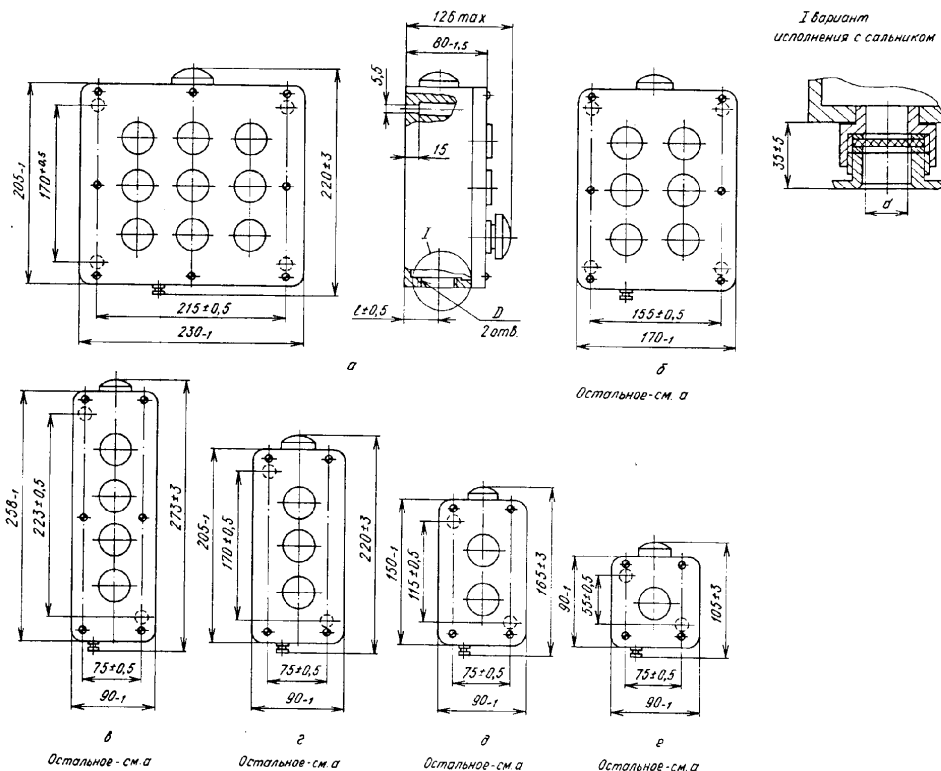

Рис. 1. Габаритные, установочные, присоединительные размеры и масса постов, выполненных по способу установки для пристройки к плоской поверхности
Пост управления, встраиваемый к плоской поверхности (рис. 1), состоит из литого алюминиевого корпуса и панели с установленными на ней коммутационными аппаратами КЕ, ПЕ, светосигнальной арматурой АЕ с оперативными табличками.
Пост, встраиваемый к ровной поверхности с тросиковым приводом (рис. 1, 3), крепится винтами М5, пропущенными через специальные отверстия в корпусе. Ввод монтажных проводов осуществляется через специальные отверстия в корпусе или сальниковый ввод. Габаритные, установочные, присоединительные размеры и масса постов приведены на рис. 1 - 3.
- при заказе поста с одним сальником необходимо указать его расположение (сверху или снизу). Размеры проходных отверстий под кабель указаны на рис. 1, 2.